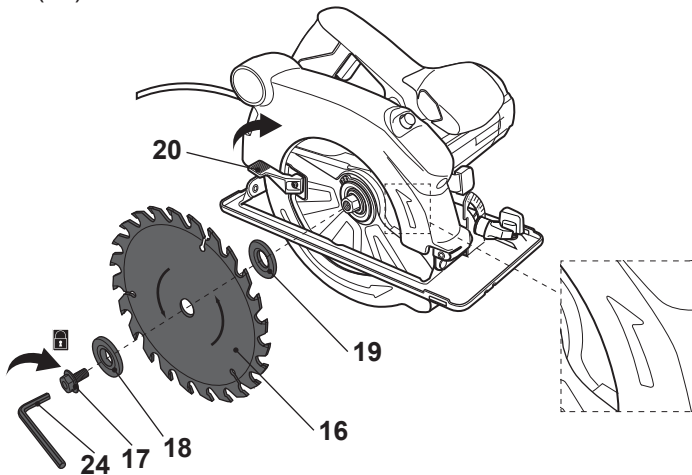

Fig. 2
- > Abra completamente la protección inferior (15) moviendo la palanca retráctil (20) hacia delante y manteniéndola en esa posición mientras coloca la hoja de sierra (16) en el husillo. Asegúrese de que la dirección de giro indicada en la hoja de sierra (16) es la misma que se muestra en la carcasa (Fig. 2).
- > Mueva cuidadosamente la palanca retráctil (20) de vuelta a su posición inicial para cerrar la protección inferior (15).
- > Asegure la hoja de sierra (16) con la brida de apriete (18) y el perno de bloqueo (17). Apriete el perno de bloqueo (17) girándolo en sentido horario con la llave hexagonal (24).